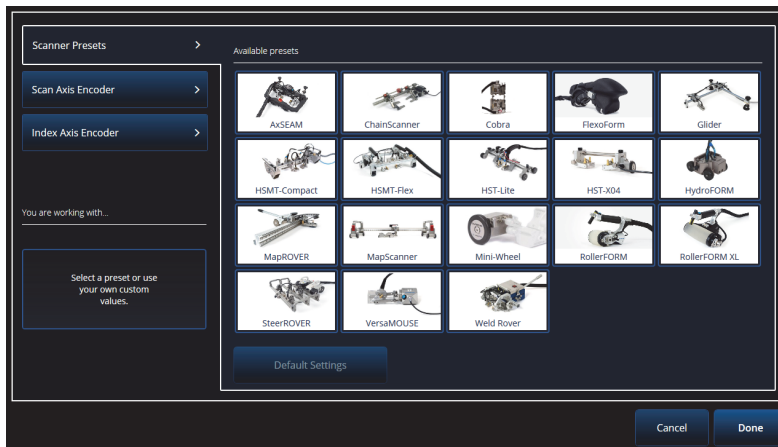

Figure 5-1 Liste des scanners prédéfinis
2. Sélectionnez **Scan > Inspection > Encoders** (Balayage > Inspection > Codeurs) pour accéder à l'écran de configuration du codeur et régler les paramètres selon vos spécifications (Figure 5-1 à la page 208). Vous pouvez utiliser un scanner prédéfini ou modifier les paramètres de l'axe à partir de ce menu.